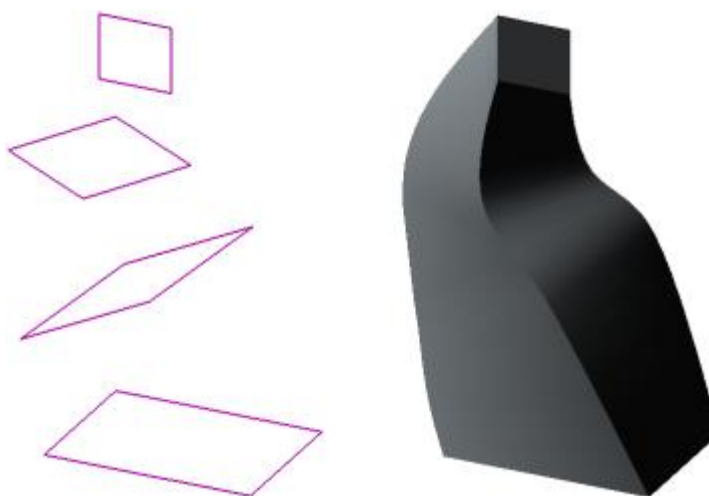

Рис. 5.25. Эскизы и элемент, образованный операцией по сечениям
– построение тела по сечениям-эскизам (рис. 5.25)